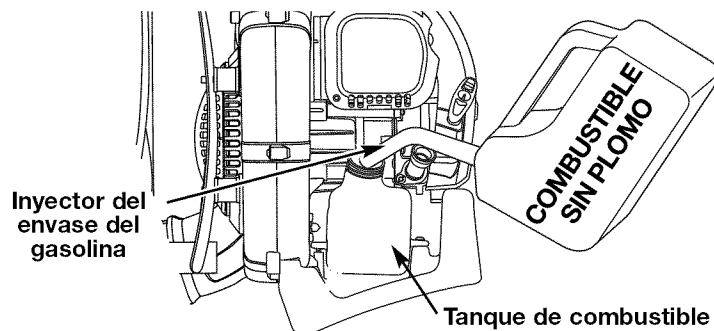

Fig. 14
2. Coloque el pico del recipiente de gasolina en el orificio de llenado del tanque de gasolina (Fig. 14) y llene el tanque.